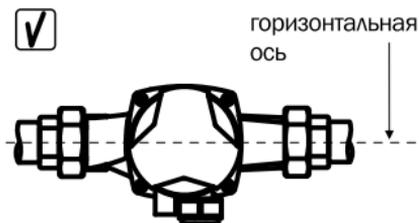

Рис.4 Установка циркуляционного насоса.
- Насос устанавливается в систему таким образом, чтобы его вал располагается строго в горизонтальной плоскости (Рис.4).